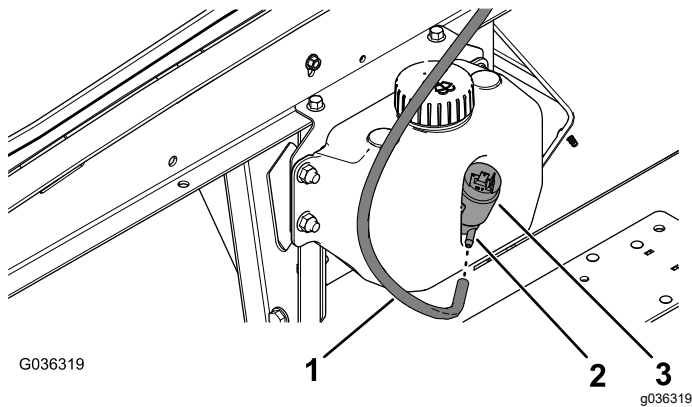

Figura 8
1. No depósito do líquido de lavagem, alinhe a extremidade do tubo com a união rosca da bomba do líquido de lavagem (Figura 8).
2. Empurre o tubo para a união até que o tubo encaixe totalmente na união (Figura 8).